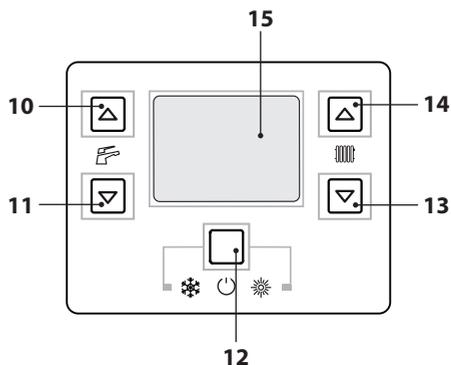

Figura 7.2
- Entre en la "modalidad de programación" pulsando simultáneamente durante 10 segundos los botones 12-13-14 (Figura 7.2) hasta que aparezcan en el display LCD las letras **P01** que se alternan con el valor del parámetro, indicando que se ha entrado en el "parámetro 01" (Figura 7.3).
- Pulse el botón 13 o 14 (Figura 7.2) para desplazar los parámetros hasta el parámetro **P09** (deshollinador) (Figura 7.4).
- Utilice los botones 13 o 14 (Figura 7.2) hasta llegar al estado **dP** (deshollinador activado al máximo en agua sanitaria) y pulse el botón 12 para confirmar. El display muestra **dP** alternado con la temperatura máxima en agua sanitaria.
- Pulse el botón 14 (Figura 7.2) para desplazar los parámetros hasta el parámetro **P09** (des-hollinador) (Figura 7.4).
- Utilice los botones 14 o 13 (Figura 7.2) para aumentar o reducir el valor. Espere 3 segundos para que se estabilice la presión del gas y luego vea el valor indicado en el manómetro de gas. **Recuerde mantener la evolución ascendente.**
- Pulse el botón 11 (Figura 7.2) durante 1 segundo para memorizar el valor.
- Pulse el botón 10 (Figura 7.2) para pasar a la calibración del mínimo de gas. El display muestra S-L alternado con el parámetro de potencia mínima absoluta (Figura 7.14).
- Utilice los botones 14 o 13 (Figura 7.2) para aumentar o reducir el valor. Espere 3 segundos para que se estabilice la presión del gas y luego vea el valor indicado en el manómetro de gas. **Recuerde mantener la evolución descendente.**
- Pulse el botón 10 (Figura 7.2) para comprobar el valor máximo definido y corregirlo en caso necesario, siguiendo el procedimiento descrito previamente.
- Pulse el botón 10 (Figura 7.2) para comprobar el valor mínimo definido y corregirlo en caso necesario, siguiendo el procedimiento descrito previamente.